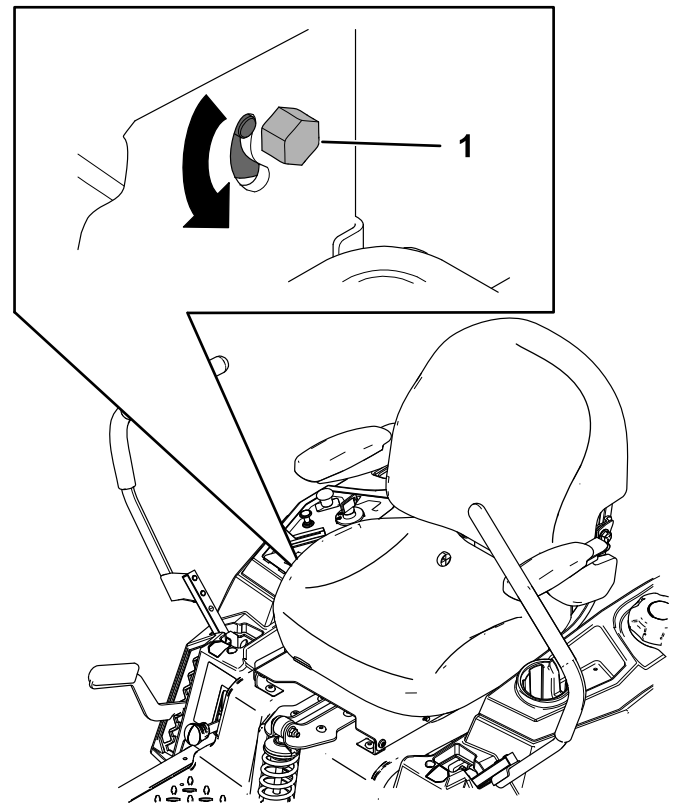

Figura 50
3. Localice el perno de ajuste de la dirección cerca de la palanca de control de movimiento del lado que debe ajustarse (Figura 50).